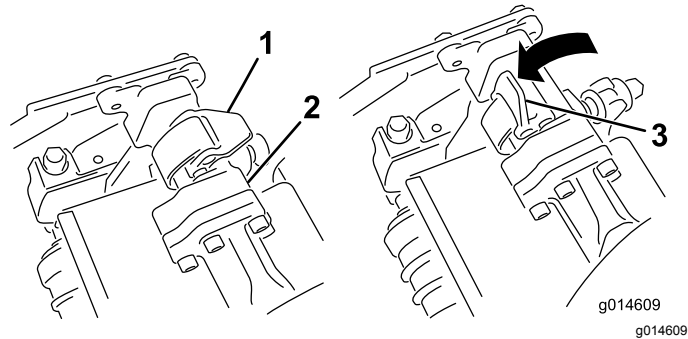
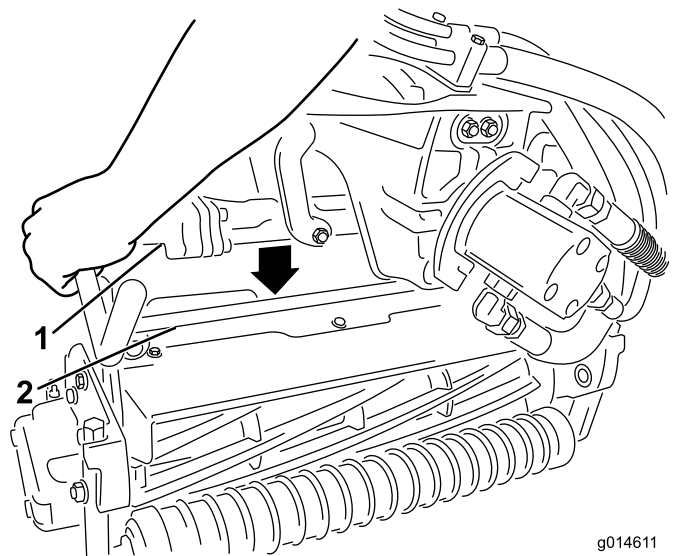

图45
图46
3. 当悬挂臂杆上的门锁指向上方即打开时图45向下压悬挂臂使悬挂臂杆与滚刀组上方的支架相契合图46。
4. 向下并绕着滚刀组横杆关闭门锁将它们锁定到位图45。
- 打开您正在拆下的滚刀组悬挂臂上的门锁图45。